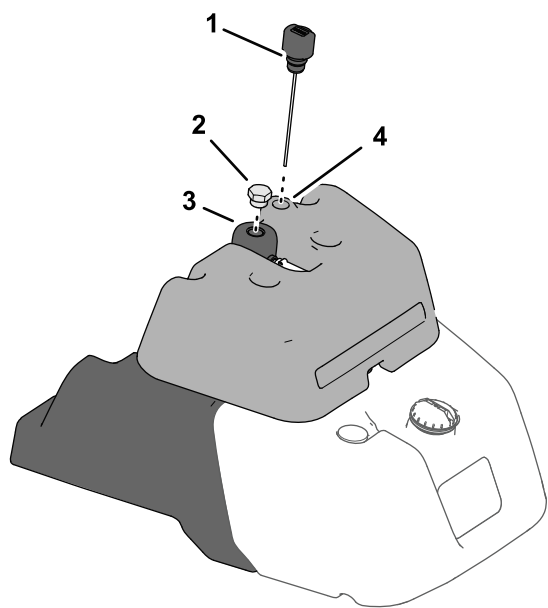

Figura 34
- Se o depósito da sua máquina estiver equipado com indicador de combustível na parte superior, localize a vareta na parte superior do depósito detetor de fugas (Figura 34) e passe para o passo 3.